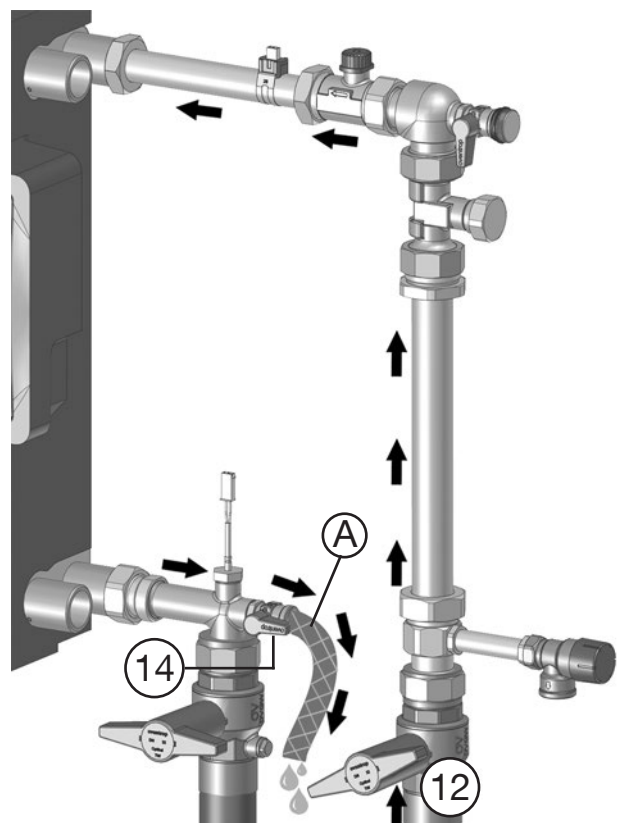

Abb. 5.4: Nachspülung mit Trinkwasser einleiten
11. **Ablassschlauch (A)** für Trinkwasser an **unteren KFE-Hahn (14)** anschließen (Abb. 5.4).
12. Absperrkugelhahn (12) etwas öffnen. Die Spülung mit Trinkwasser wird eingeleitet.
13. Nach mindestens **einer Minute** den KFE-Kugelhahn (14) schließen.
14. Ablassschlauch (A) entfernen.